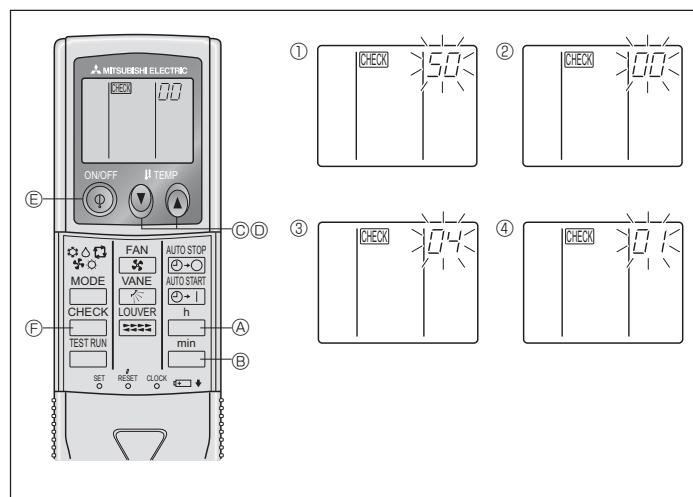

Fig. 6-9
- Нажмите кнопку MODE ⑥, и режим и номер установки (Ⅰ) и (Ⅱ) переключаются в состояние постоянного отображения на дисплее, что позволит подтвердить содержание настройки.
- Одновременно нажмите кнопку ④ FILTER (ФИЛЬТР) и кнопку ⑤ TEST RUN (ПРОБНЫЙ ПРОГОН) и удерживайте их в течение приблизительно двух секунд. Через несколько секунд исчезнет индикация выбора функций, и на дисплее загорится индикация OFF (ВЫКЛ.) кондиционера воздуха.
- Для беспроводного пульта дистанционного управления (Fig. 6-9)